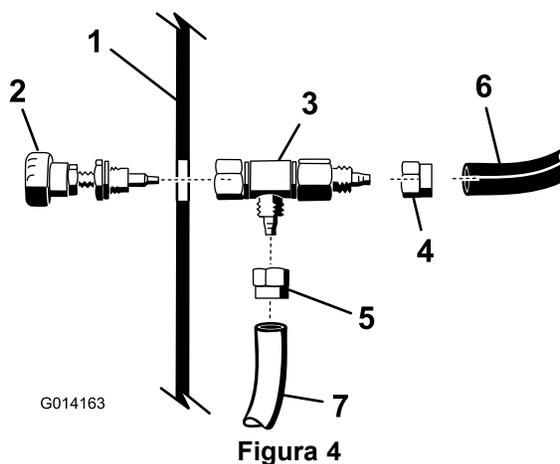

Figura 4
5. Afloje la tuerca que sujeta el pomo al acoplamiento en T, según se indica en Figura 4.
6. Debajo del salpicadero, instale los tubos azul y blanco de la manguera de espuma en el cuerpo de la válvula reguladora, según se muestra en Figura 4.